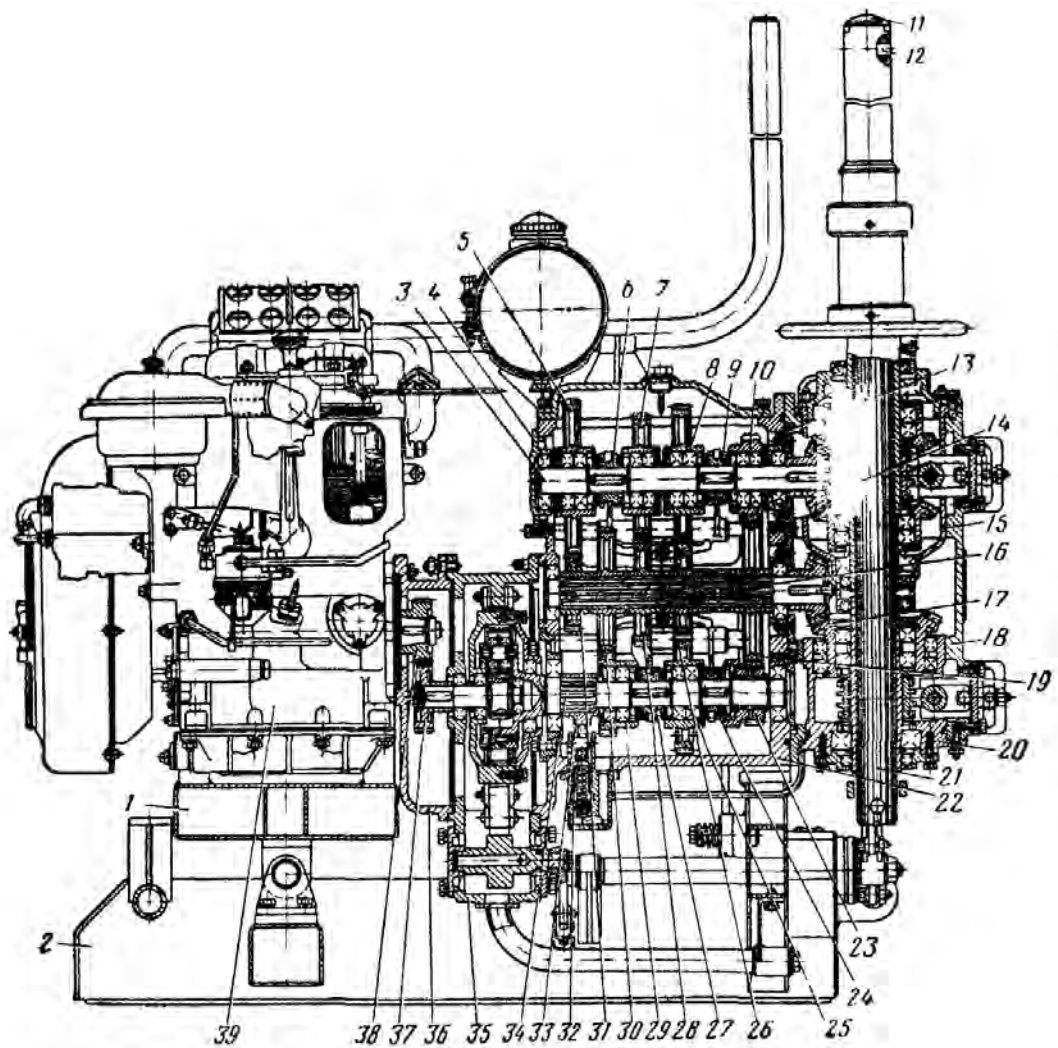
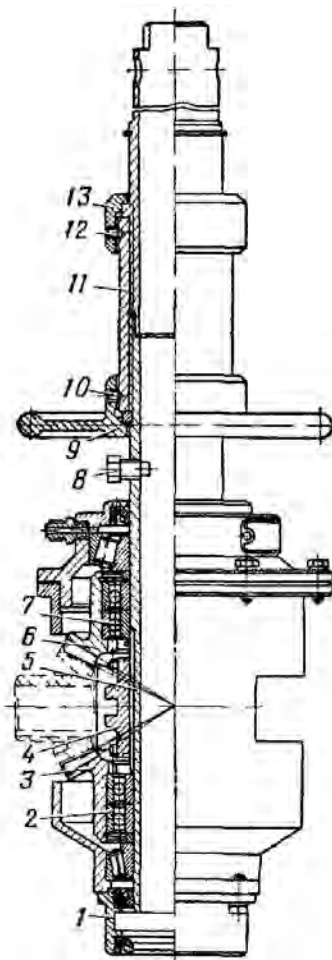
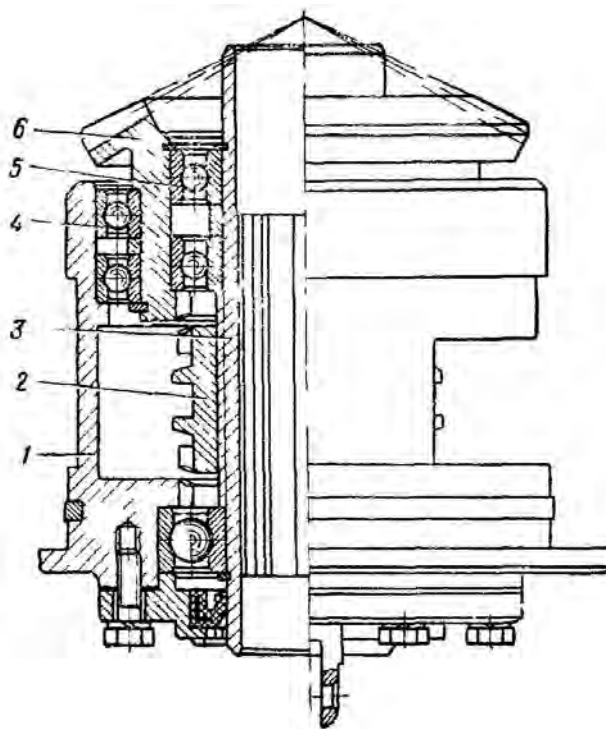

Рис. 5. Двигатель и трансмиссия бурового агрегата:
Рис. 7. Верхний стакан:
Рис.8. Нижний стакан:
Трансмиссия бурового агрегата передает вращение от двигателя к буровому инструменту. Основные узлы трансмиссии – планетарный редуктор, коробка перемены передач и подач, шпиндельный узел и механизмы управления – смонтированы в четырех корпусах, соединенных на фланцах в один блок. Корпус 36 (рис. 5) крепится на шпильках к двигателю и корпусу 35 планетарного редуктора. Таким же образом корпус 22 коробки перемены передач и подач соединен с
Коробка передач и подач. В расточках корпуса 22 (рис. 5) на шарикоподшипниках № 206 и 208 смонтирован промежуточный шлицевой вал 16. На шлицевой части вала посажены шестерни 19, 26, 28, 30 и 31. Шестерни 19, 26, 28 и 31 находятся в постоянном зацеплении с шестернями вала 3. Одновременно шестерни 19, 26 и 30 находятся в постоянном зацеплении с шестернями вала-водила 34, что позволяет получить три скорости вращения шпинделя.
**Шпиндельный узел.** К корпусу коробки перемены передач и подач десятью шпильками М10 крепится корпус шпиндельного узла. Шпиндельный узел состоит из двух механизмов, смонтированных в верхнем 15 и нижнем 20 стаканах, и шпинделя 21. Верхний стакан присоединен к корпусу шестью шпильками М8. В стакане на двух конических подшипниках № 7212 и 2.007.111 смонтирован пустотелый вал 5 (рис. 7). На валу 5 на двух шарикоподшипниках № 112 и двух шарикоподшипниках № 46111 посажены конические шестерни 3 и 6, находящиеся в постоянном зацеплении с шестерней 14 (рис. 5) коробки перемены передач и подач. На шлицевой части вала 5 (рис. 7) посажена зубчатая муфта 4. В верхней части вала 5 пальцем 12 (рис. 5) закреплен винт 11 с ленточной трапецеидальной резьбой с шагом  $S = 8$  мм, на которую накручен шпиндель 21. На наружной поверхности вала 5 (рис. 7) закреплен маховичок 9 для ручной подачи шпинделя.
Нижний стакан присоединен к корпусу шестью шпильками М8. В стакане на двух шарикоподшипниках № 10.000.822 установлена коническая шестерня 6 (рис. 8), находящаяся в постоянном зацеплении с конической шестерней 17 (рис. 5) промежуточного вала коробки перемены передач и подач. В расточке стакана 1 (рис. 8) на шарикоподшипнике № 211 и в расточке шестерни 6 на двух шарикоподшипниках № 46111 установлен трубчатый вал 3. На наружной шлицевой поверхности вала 3 посажена зубчатая муфта 2, которая при перемещении замыкается на внутренний зубчатый венец шестерни 6 или стакан 1.
Внутренней шлицевой частью вал 3 соединен со шлицами шпинделя 21 (рис. 5). При замыкании муфты 2 (рис. 8) на зубчатый венец стакана шпиндель может перемещаться вверх и вниз без вращения.
Между верхним и нижним стаканами находится уплотнительный фланец 1 (рис. 7) с двумя манжетами, которые предотвращают утечку масла по шлицам шпинделя и пустотелых валов. На шпиндель надевается патрон для шнеков.